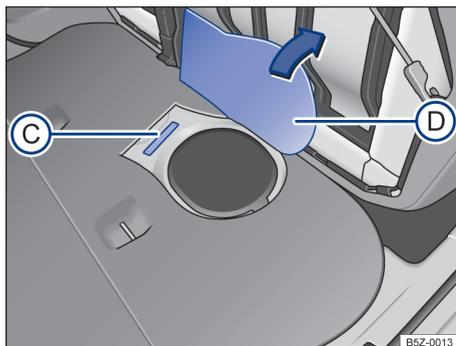

Fig. 178 Debaixo do banco traseiro sob o revestimento do assoalho (D): número de identificação do veículo (C).
O número de identificação do veículo está localizado debaixo do banco traseiro sob o revestimento do assoalho → Fig. 178 (C). Para encontrar o número de identificação do veículo, rebater o banco traseiro e levantar o revestimento do assoalho → Fig. 178 (D).